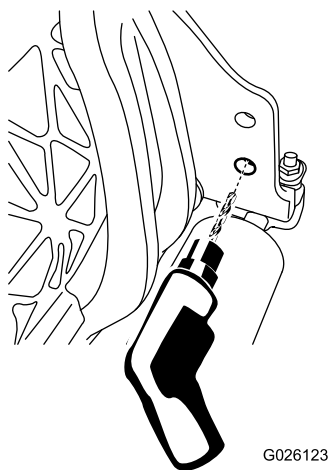

Рисунок 14
1. Рассверлите нижнее отверстие с правой стороны режущего блока сверлом 9 мм, чтобы увеличить диаметр этого отверстия (Рисунок 14).